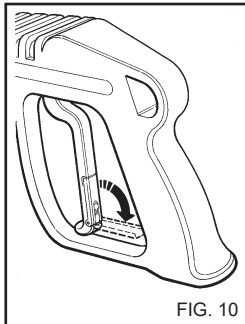

FIG. 10
- Stäng handtagets säkerhetsanordning när apparaten inte används. (fig. 10).